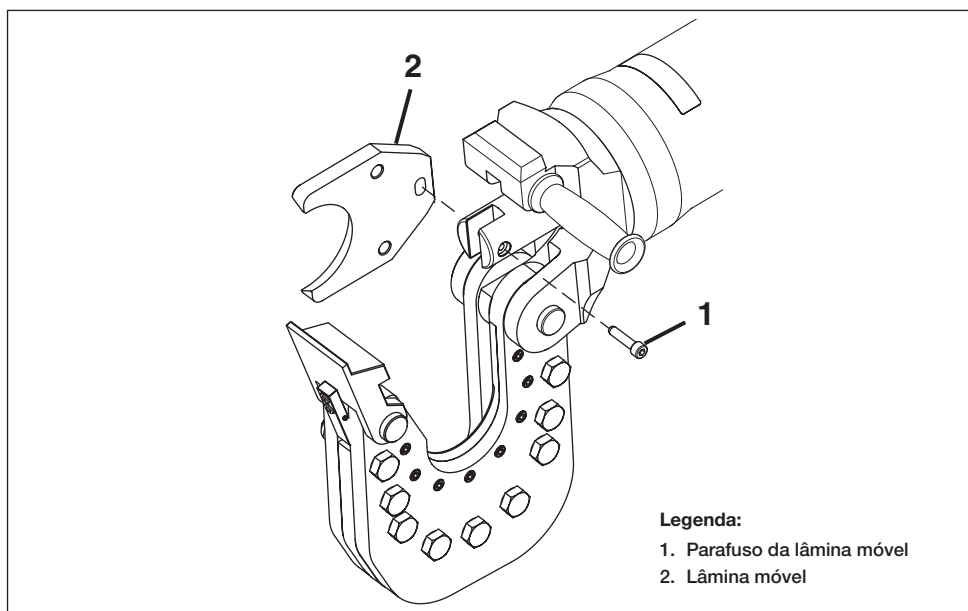

Figura 13, substituição da lâmina móvel (modelo EWCH90 mostrado, EWCH140 semelhante)
5. Desaparafuse e remova o parafuso da lâmina móvel (Figura 13, item 1).
6. Remova a lâmina móvel gasta (Figura 13, item 2).
7. Instale a lâmina móvel nova (Figura 13, item 2) no pistão.
8. Instale o parafuso da lâmina móvel nova (Figura 13, item 1). Aplique torque a 25 Nm [18 ft-lb]. Aplique Loctite 243 ou equivalente.